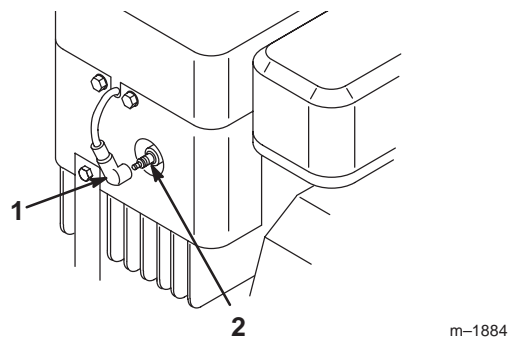

Figure 23
2. Passez sous le corps de la machine, au-dessus de la roue arrière gauche et débranchez le fil de la bougie (Fig. 23). Nettoyez la surface autour de la bougie pour éviter que des impuretés endommagent le moteur en tombant à l'intérieur.
3. Reconnectez le fil à la bougie (Fig. 23).